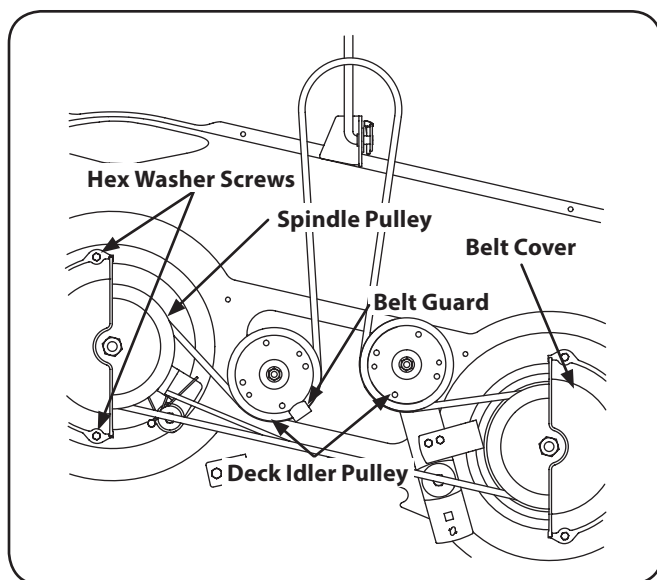

Figura 7-7
2. Retire la cinta cubre quitando los tornillos hexagonales que sujetan lavadora a la cubierta. Véase la Figura 7-7.
4. Retire con cuidado la cinta de cubierta de alrededor de las dos poleas del husillo y las dos poleas polea tensora de la cubierta. Véase la Figura 7-7.
5. Para colocar la correa nueva, empieza haciendo que el cinturón alrededor de las dos poleas exterior del huso, como se muestra en la Figura 7-7.
6. Luego, la cinta de ruta alrededor de las dos polines poleas de la cubierta como se muestra en la Figura 7-7.